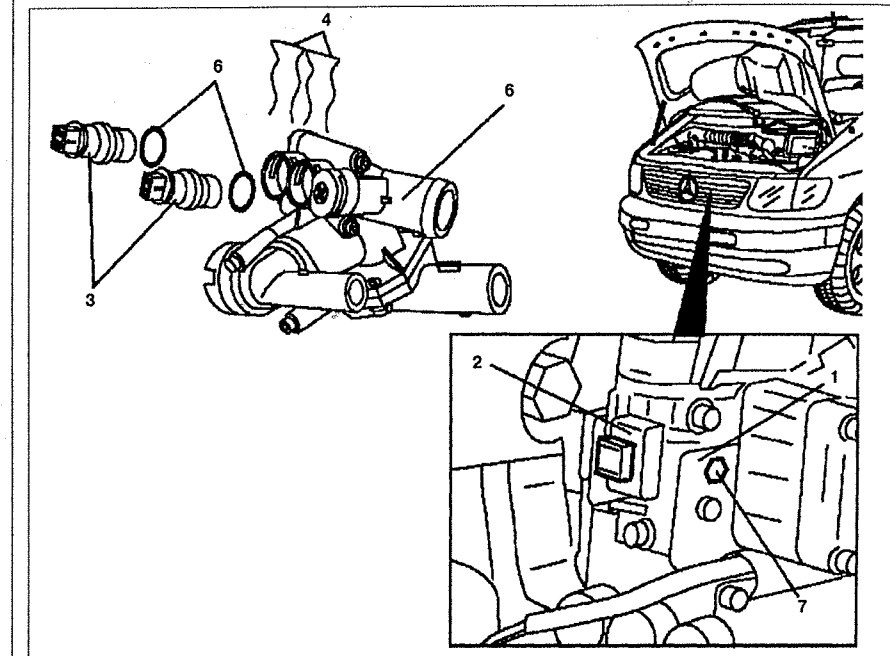

Рис. 3.38. Датчики температуры охлаждающей жидкости:
2. Отсоедините кронштейн 1 крепления разъема форсунки 2 (см.рис.3.38).